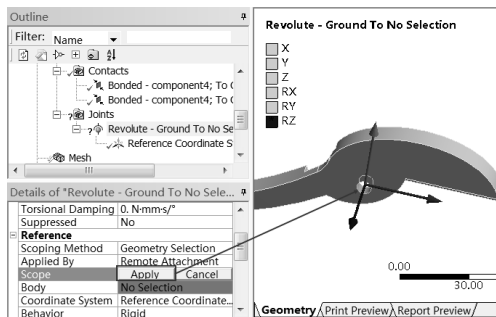

图 13-24 设置接触面
Step10：如图 13-24 所示，保持 Revolute - No Selection 选项被选中，选择实体内侧面，然后在 Details of “Revolute” 面板的 Reference Scope 中单击 Apply 按钮，确定选择。